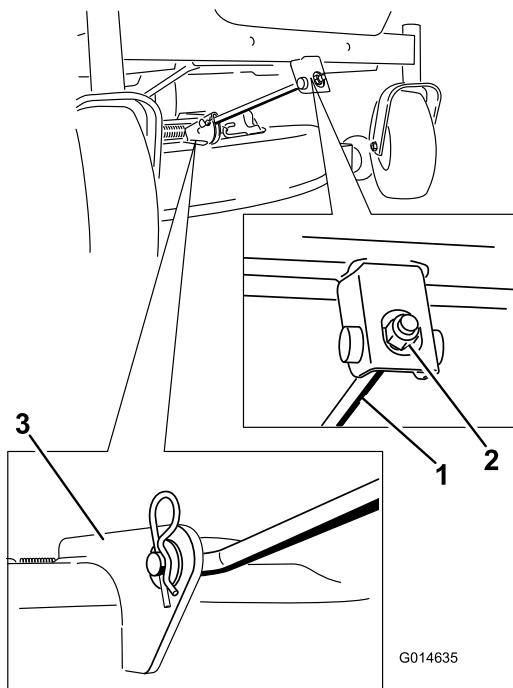

図 74
5. 前サポートロッドについているヘアピンコッターを抜き取り、デッキブラケットからロッドを取り外す図 74。
6. 前部のサポートロッドをデッキに取り付け、クレビスピンドルとヘアピンコッターで固定する図 74。